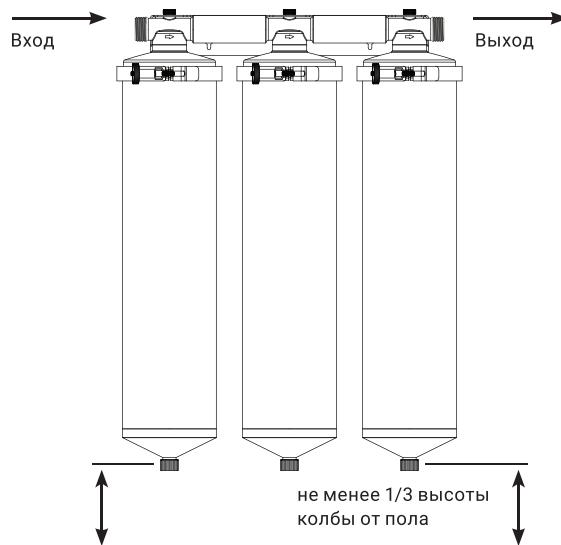
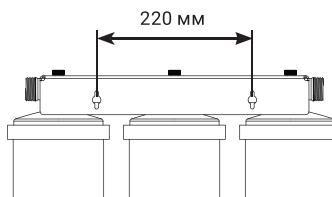

Рис. 1.
Рис. 2.
Подключение корпуса фильтра к водопроводу (рис. 1) производится с помощью разборных соединений (типа «американка») или прочих соединений, которые приобретаются дополнительно. Вода подается через входное отверстие в крышке (по направлению стрелки).
- Отметьте место установки корпуса таким образом, чтобы после установки под ним осталось расстояние не менее 1/3 от высоты колбы (рис. 1) для удобной замены картриджа и слива воды. Расстояние между точками крепления – 220 мм (рис. 2). Проверьте, чтобы гайка сливной горловины была закручена до упора.